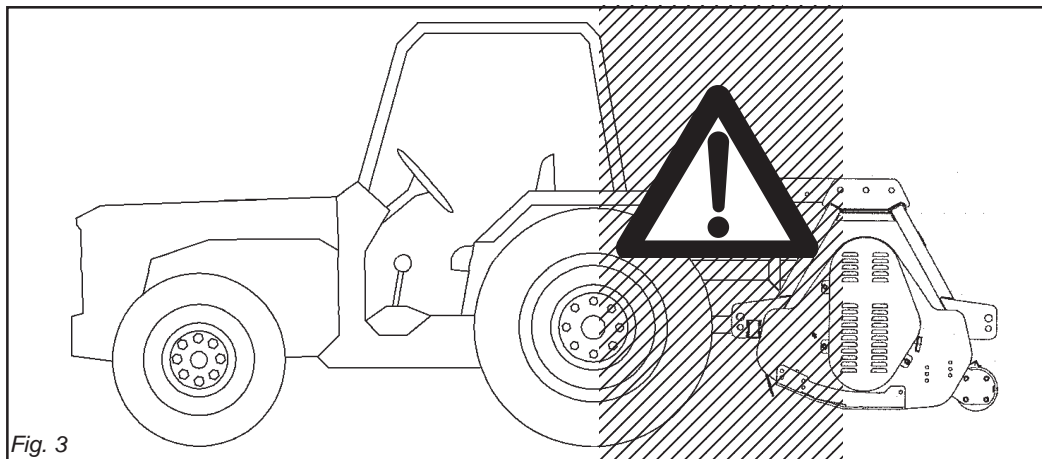

Fig. 3
- 25) È assolutamente vietato interporre tra il trattore e la macchina (Fig. 3) con motore acceso e cardano inserito nonché senza aver azionato il freno di stazionamento ed aver inserito, sotto le ruote, un ceppo o un sasso di bloccaggio.
- 29) È assolutamente vietato interporre fra il trattore e l'attacco della macchina per manovrare il comando dall'esterno per il sollevamento (Fig. 3).
- 25) *It is absolutely forbidden to stand between the tractor and the implement (Fig. 3) when the engine is running and the cardan shaft is engaged without having first engaged the hand brake and placed a block or stone under the wheels to prevent them from moving. Keep a safe distance from the shredder at work to avoid being hit by possible flying stones, etc.*
- 29) *It is absolutely forbidden to stand between the tractor and the implement when manoeuvring the lift control from the outside (Fig. 3).*
- 25) Este absolut interzisa interpunerea intre tractor si utilaj (Fig.3) cu motorul pornit si cardanul introdus, fara a fi actionata frana de stationare si a aseza, sub roti, un cep sau o piatra de blocaj.
- 29) Pentru a executa operatia de ridicare din exterior, este absolut interzisa punerea intre tractor si atasare (Fig.3).